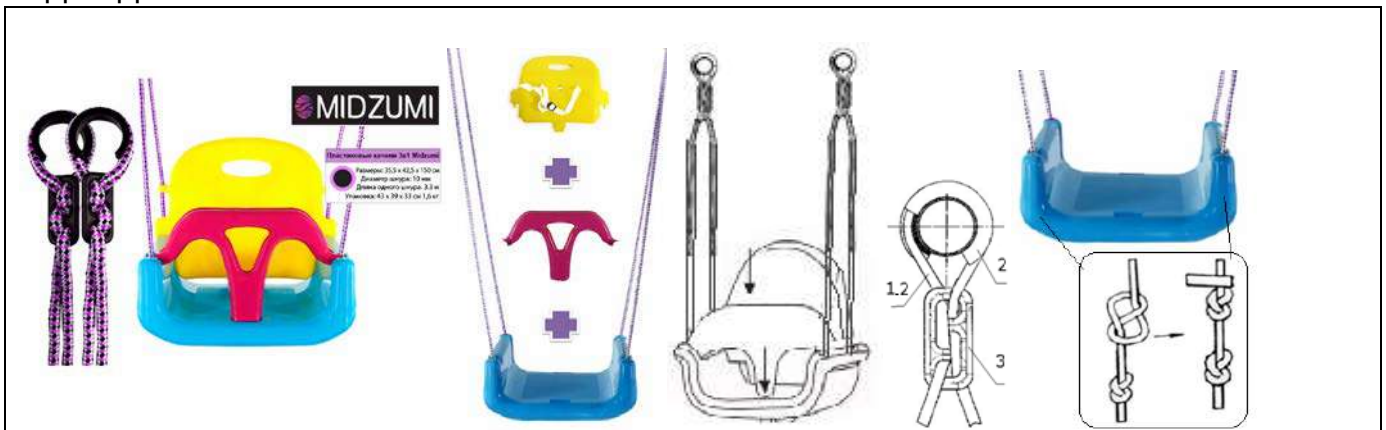

Рисунок 13
6.3. Для модели Midzumi Chikara установите на дополнительную стойку с перекладиной качели со спинкой 3в1 (№36) рисунок 13. Для сборки качелей вставьте в основание сидения съёмные ограничитель и спинку. Для подвеса качелей используйте комплект тросов-веревки. Установите на комплекс катушки и равномерно закрепите на них тросы при помощи фиксаторов. Проденьте нижние части веревок через боковые отверстия в сидении качелей, выровняйте их положение и закрепите двойными узлами под сидением.